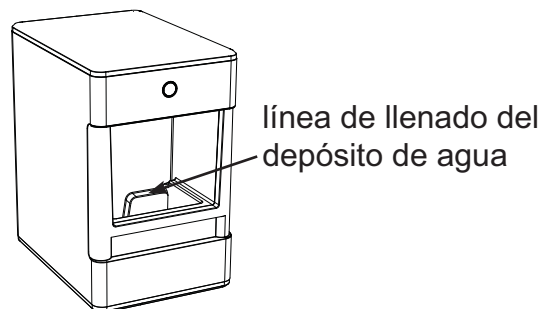

Figura 4
7. Vierta la solución en el depósito de agua. Consulte la figura 4.